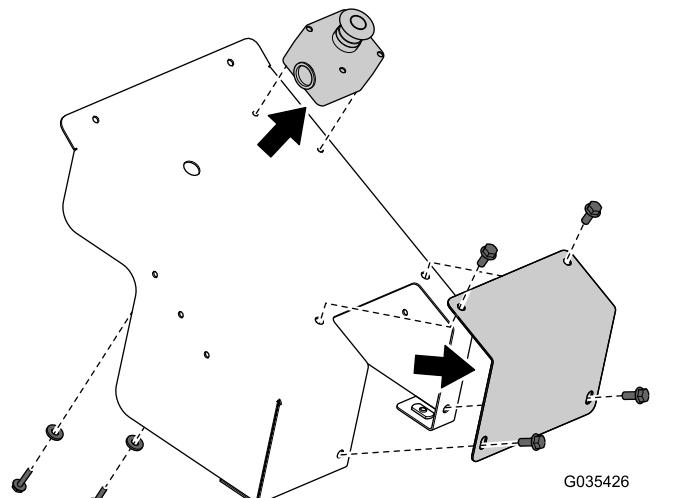

図 2
6. カバーについているストップボタンアセンブリと手動優先操作用のカバーを 図 2 のように取り外す。